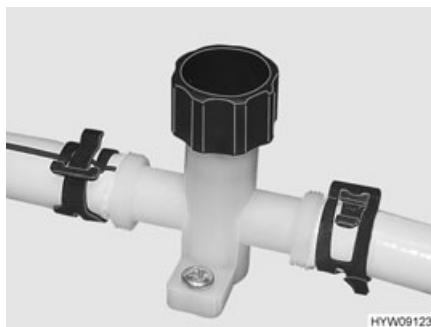

Fig. 101 Rubinetto di scarico (scaldacqua)
- Chiudere tutti i rubinetti di scarico. A tal fine, ruotare in senso orario il coperchio (Fig. 101) del rubinetto di scarico.